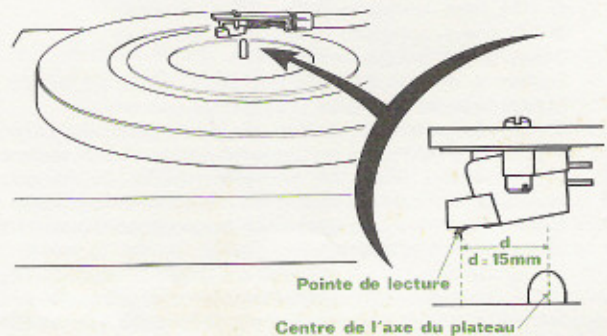

Fig. 7
- Maintenir le doigt de préhension (21) contre le porte-cellule (22) en faisant coïncider leurs orifices.
- Remettre en place la tête de lecture (22) et visser la bague (17).
- Mettre le levier lève-bras (12) en position haute.
- Saisir la tête de lecture (22) par son doigt de préhension (21) et amener le bras au-dessus de l'axe (5) du plateau.
- Faire glisser la cellule pour obtenir une distance de 15 mm entre le centre de l'axe (5) et la pointe de lecture (Fig. 7).